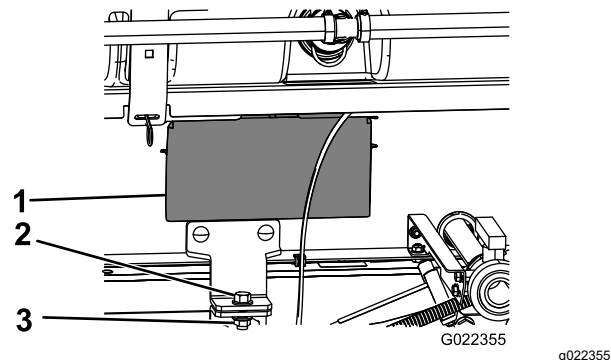

Figure 34
5. Déposez les panneaux d'accès de chaque côté du cadre du patin (Figure 34).
8. Fixez la patte de maintien du patin de cuve au support du plateau sur le cadre, de chaque côté de la machine, à l'aide d'un boulon ( $\frac{1}{2}$ " x  $1\frac{1}{2}$ "") et d'un contre-écrou ( $\frac{1}{2}$ ""), comme montré à la Figure 34.